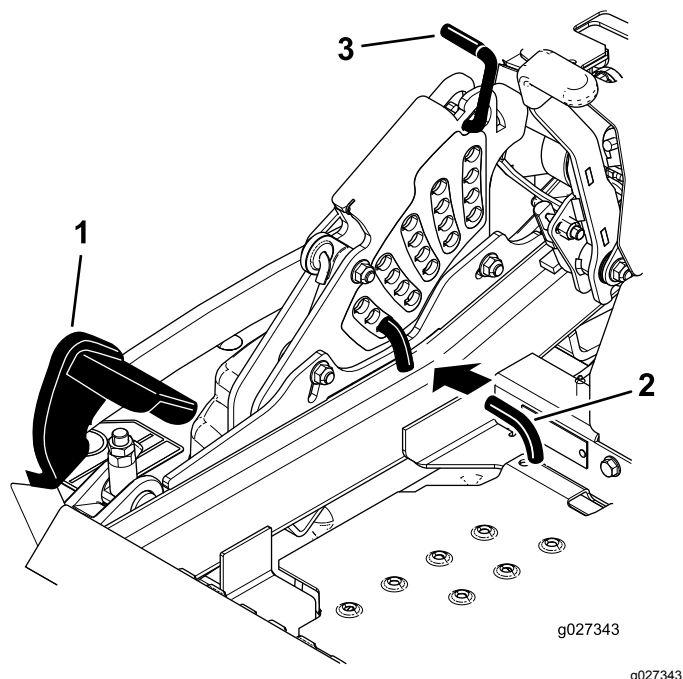

Figure 27
2. Appuyez sur la pédale de relevage du tablier avec le pied et relevez le tablier en position de transport (qui est aussi la position de hauteur de coupe de 140 mm [5½ po]); voir Figure 27.
3. Pour changer de hauteur de coupe, tournez l'axe de chape de 90 degrés et retirez-le du support de hauteur de coupe (Figure 27).
4. Insérez l'axe dans le trou du support correspondant à la hauteur de coupe voulue (Figure 27).